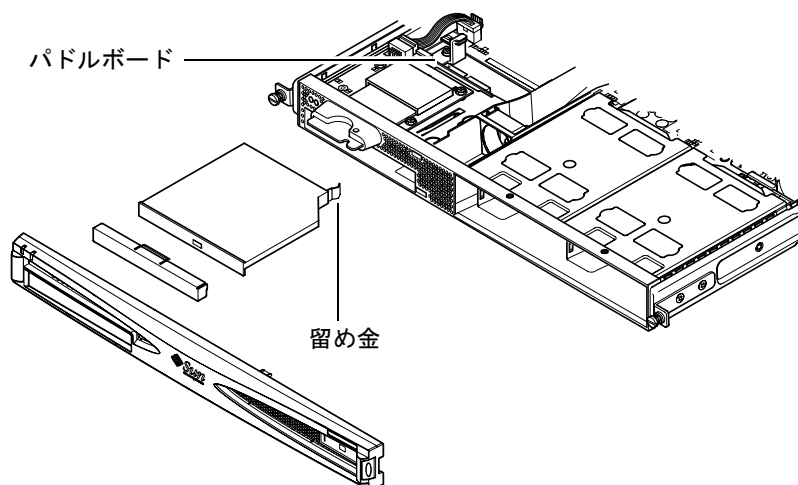

図 4-5 内蔵 DVD または CD-ROM ドライブの取り付け
5. DVD または CD-ROM ドライブをシャーシにゆっくりと差し込みます (図 4-5 を参照)。カチッという音がして、DVD または CD-ROM ドライブ背面の留め金がシャーシに掛かったことを確認します。ドライブのコネクタが、シャーシのドライブ格納装置背面のパドルボードのコネクタとかみ合うようにして、ドライブを押し込みます (図 4-5 を参照)。DVD または CD-ROM ドライブをしっかりと装着するために、パドルボードの黒い IDE コネクタの部分を支える必要がある場合もあります。